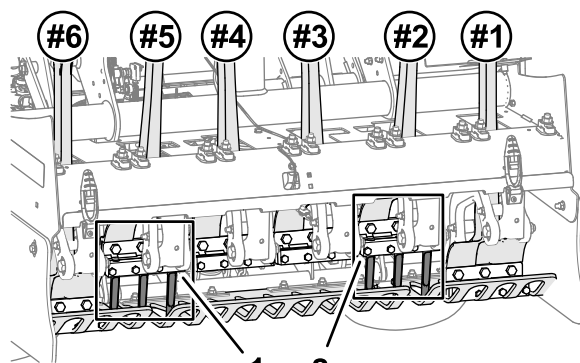

図 42
1. No. 2 タインアームにタインホルダーとタインを取り付ける  図 42 と  図 43 ボルト $\frac{1}{2} \times 1\frac{1}{4}$ " 3 本を使用する。